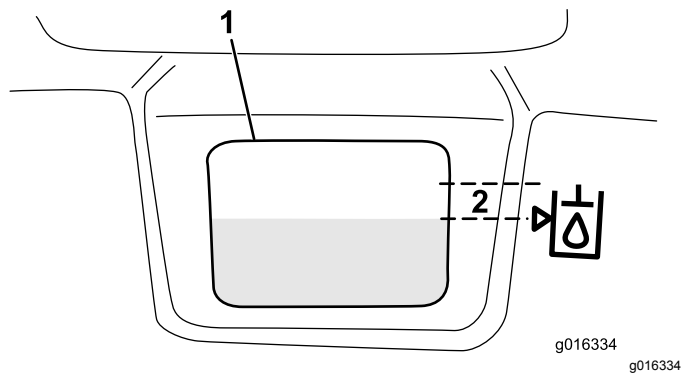

Figura 33
3. Riempite lentamente il serbatoio con il fluido idraulico idoneo sino a raggiungere, con una tolleranza di 6 mm, il livello indicato dalla freccia nel simbolo che si trova accanto alla finestra bianca nella parte anteriore del serbatoio (Figura 33). Non riempite troppo.